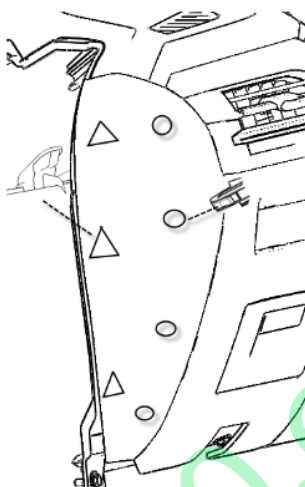

图 1.5.11 仪表板左端护板（左右对称）
- (1) 双手放在图 1.5.11 左下护板两侧, 沿水平往上 5 度方向缓慢拔该零件直至装配处结构都脱开。
- (1) 将杂物箱打开，然后在杂物箱右侧找到杂物箱气动弹簧拉绳，将拉绳再拉长一点使得其脱出杂物箱上的半圆结构，按图 1.5.11 所示脱开气动弹簧拉绳与杂物箱总成的连接；
- (2) 将杂物箱两侧的限位块通过旋转 90 度取出，使下本体不再对杂物箱有限位功能；
- (3) 将杂物箱总成转轴处与仪表板下本体配合紧固处沿 X 方向用力脱开，即可取出杂物箱总成。